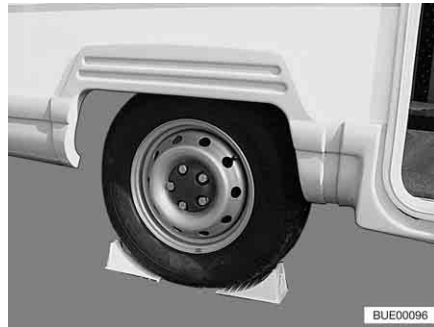

Bild 248 Fahrzeug sichern
- Unterlegkeile oder ähnliche geeignete Gegenstände am gegenüberliegenden Rad unterlegen, um das Fahrzeug zu sichern (Bild 248).